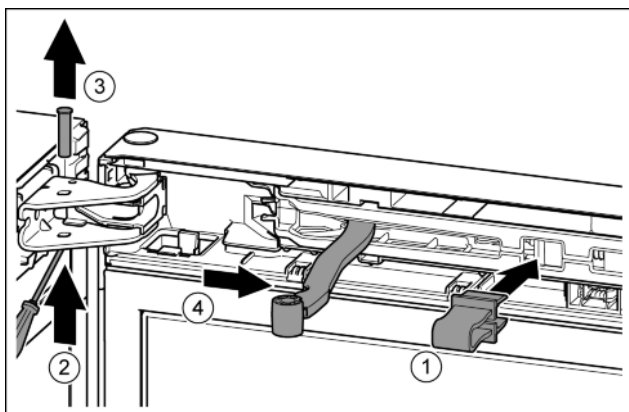

Fig. 8
- ▶ Зафиксировать предохранитель в отверстие. Fig. 8 (1)
- ▶ Выкрутить палец при помощи отвертки. Fig. 8 (2)
- ▶ Извлечь палец движением вверх. Fig. 8 (3)
- ▶ Повернуть шарнир в направлении двери. Fig. 8 (4)